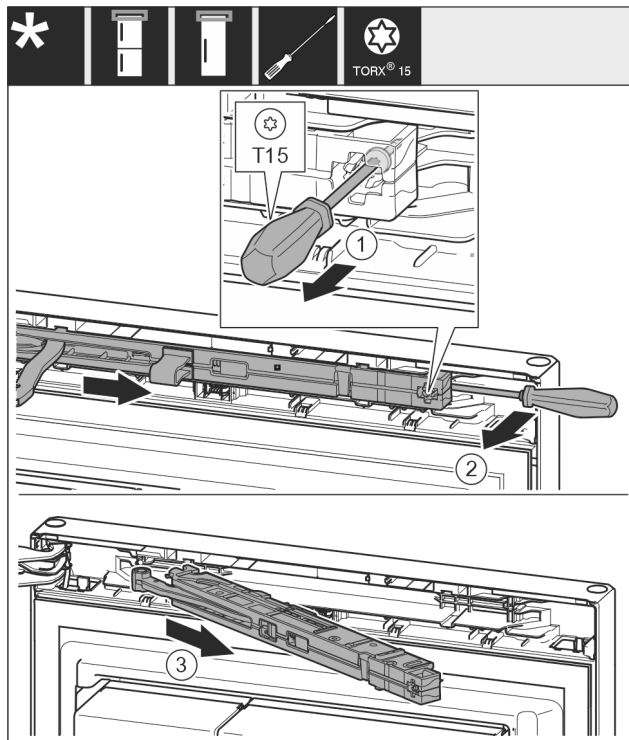

Fig. 12
- Oldja ki a csavart Fig. 12 (1) a záráscsillapító egységen 14 mm méretű csavarhúzóval.
- Emelje ki a záráscsillapító egységet Fig. 12 (2) a fogantyú felőli oldalon csavarhúzó segítségével felfelé.
- Húzza ki a záráscsillapító egységet Fig. 12 (3).